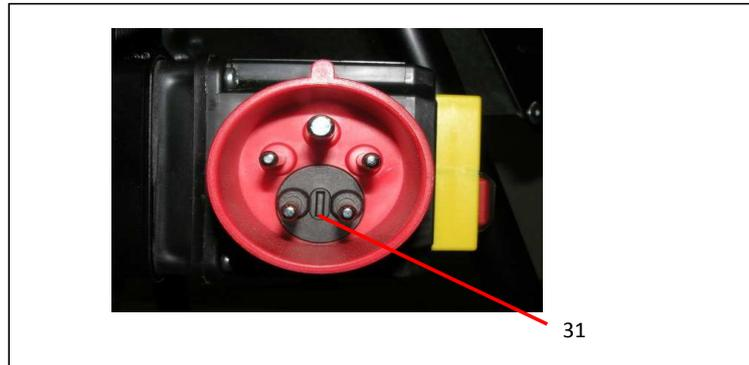

Bild 5: Phasenwender
4. Den Phasenwender (Bild 5, [31]) im Netzanschluss betätigen. Hierzu einen passenden Schlitz-Schraubendreher in den Schlitz einsetzen und den Phasenwender leicht bis zum Anschlag eindrücken. Phasenwender um 180° rechts oder links bis zum Anschlag herum drehen.